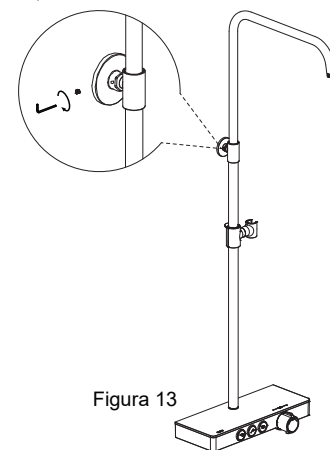

Figura 13
- Conecte el conector de la tubería al soporte de pared y utilice la llave Allen para asegurarlo (Figura 13).